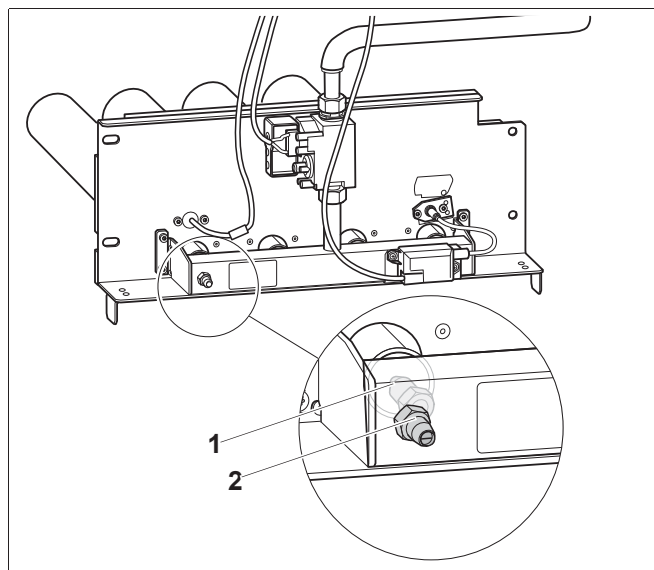

Рис. 48 Замена форсунок основного газа
- Заменить форсунки основного газа (рис. 48, поз. 1) на форсунки для нового вида газа. При этом нужно установить новые уплотнения.
- На два оборота открутить измерительный ниппель (рис. 48, поз. 2) на газораспределительной гребенке и надеть измерительный шланг U-образного манометра.